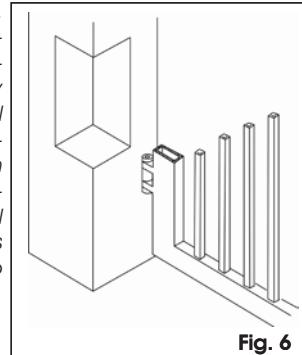

Fig. 6
**⚠ Si las dimensiones del pilar o la posición de la bisagra no permiten instalar el operador, para mantener la cota A determinada, es necesario realizar un hueco en el pilar, tal y como se indica en la Fig. 6. El hueco ha de tener unas dimensiones tales que permitan una fácil instalación del motor, no limiten la rotación del motor y no obstaculicen las operaciones de desbloqueo del motor.**